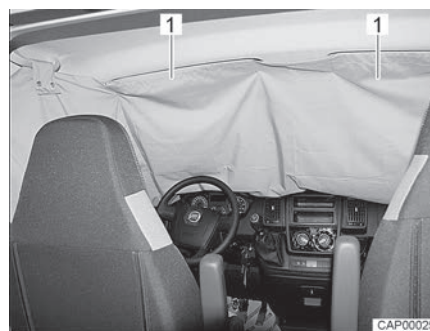

Fig. 36 Oscurante per cabina di guida sul parabrezza
- Fare scorrere le custodie (Fig. 36,1) dell'oscurante per cabina di guida sopra a entrambi i parasole.